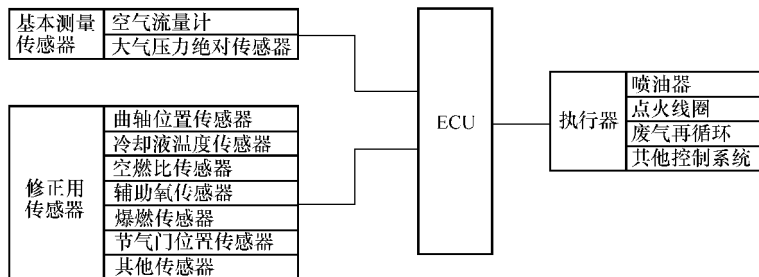

图 5-1 电子控制系统
(2) 燃油供给系统 燃油供给系统精确地控制喷油量，主要由燃油箱、燃油泵、燃油滤清器、燃油压力调节器、喷油器以及燃油管路组成。
(3) 电子控制系统 电子控制系统的功能是根据发动机运转状况和车辆运行状况确定燃油的最佳喷油量，它主要包括各种传感器、ECU 和执行器，如图 5-1 所示。